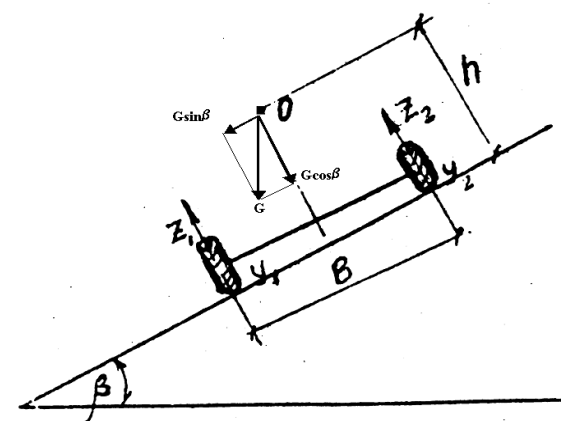

Рисунок 2.2. Расчетная схема
2.3. Автомобиль ГАЗ-66 движется по дороге, имеющей поперечный уклон 35° (см. рисунок 2.2.). Масса автомобиля 5770 кг; $B = 1,8$ м; $h = 1,15$. Определить $M_{опр}$, $M_{вос}$, $\alpha_{кр}$ по опрокидыванию.